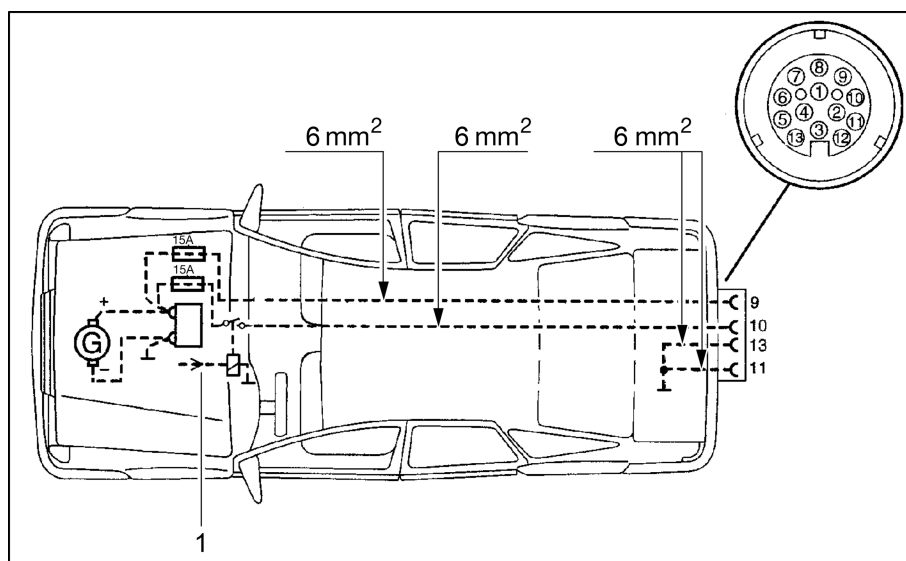

Fig. 101 Installation du véhicule tracteur
- ▷ Equiper le véhicule tracteur avec les sections de câble correspondantes et un relais pour l'alimentation électrique (commandée via l'allumage) (voir Fig. 101).